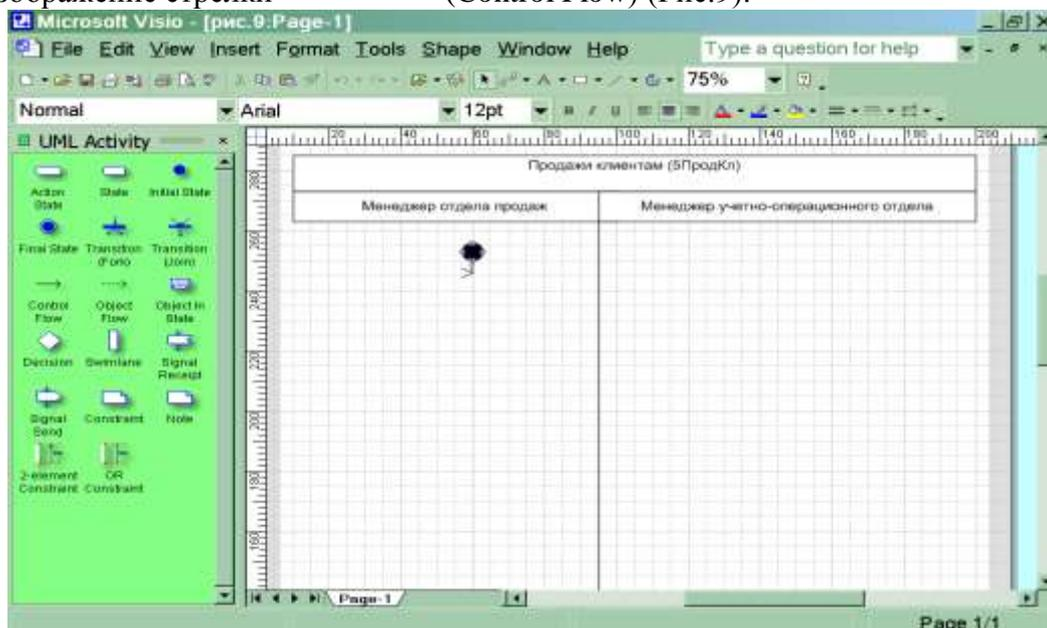

Рис.9 Подготовительная стадия для изображения диаграммы действий
8. Обозначьте на диаграмме начало процесса символом ● «Initial state» в графе отведенной для изображения действий менеджера отдела продаж. (рис.9). Не забывайте, что работу с графическими формами можно осуществлять только при активированной пиктограмме с изображением стрелки на панели «Форматирование».
Activite изображение стрелки  (Control Flow) (Рис.9).